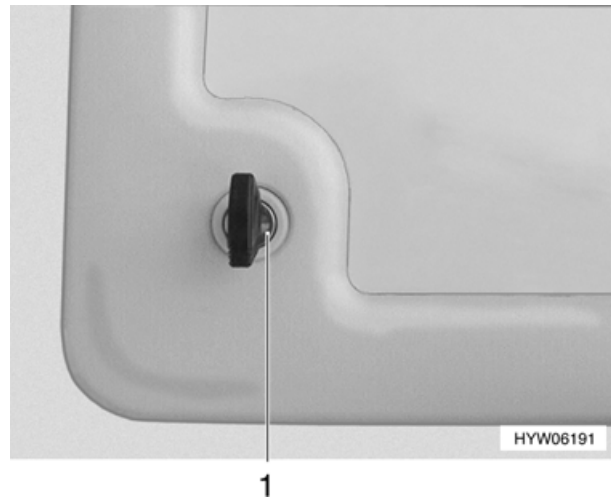

Bild 23 Klappenschloss (Variante 4)
- Schlüssel in Schließzylinder (Bild 23,1) des Druckschlusses stecken und eine viertel Umdrehung entgegen dem Uhrzeigersinn drehen.
- Schlüssel in Schließzylinder (Bild 23,1) stecken und eine viertel Umdrehung im Uhrzeigersinn drehen.